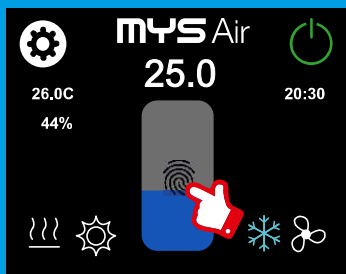

Fig. 6
- En la “**Pantalla Clásica**”, presionar sobre el cuadro con la marca de una huella dactilar que está en el centro de la pantalla (Fig.6), y aparecerá una pantalla con ese mismo cuadro ampliado. Deslizar el dedo sobre el cuadro, hacia arriba para aumentar la temperatura de consigna o hacia abajo para bajar la temperatura de consigna, hasta lograr la temperatura deseada (Fig 7). Una vez que se ha seleccionado la temperatura deseada, esperar unos segundos para que automáticamente se confirme la temperatura y el termostato regrese a la pantalla principal, o también se puede presionar sobre el icono del modo de trabajo (Fig.7), situado en la parte superior izquierda de la pantalla, para confirmar y salir a la pantalla principal.